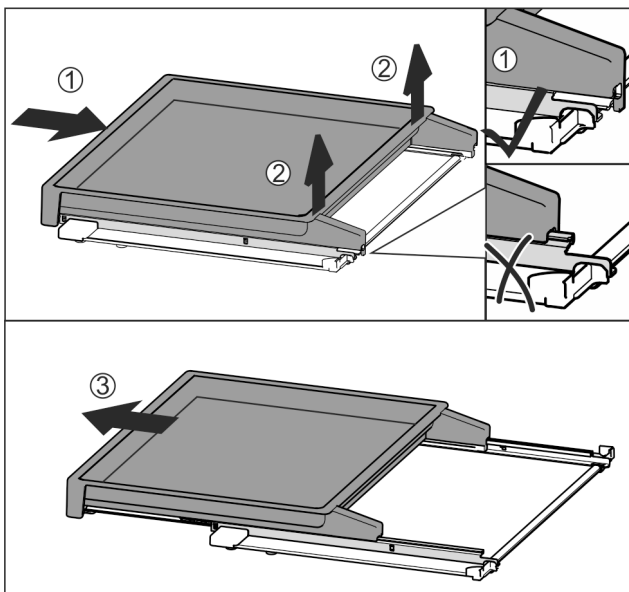

Fig. 108
- ▶ Auszugsbord vollständig einschieben Fig. 108 (1).
- ▶ Verrastung an hinterer Seite lösen Fig. 108 (2).
- ▶ Auszugsbord nach vorne herausnehmen Fig. 108 (3).